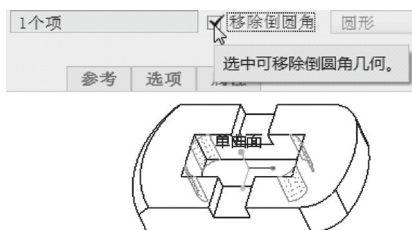

图 8-52 选中“移除倒圆角”复选框
8) 在“编辑倒圆角”选项卡中选中“移除倒圆角”复选框，如图 8-52 所示。